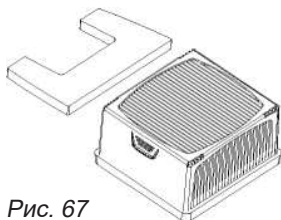

Рис. 67
3. Замените воздушный фильтр (рис. 67).